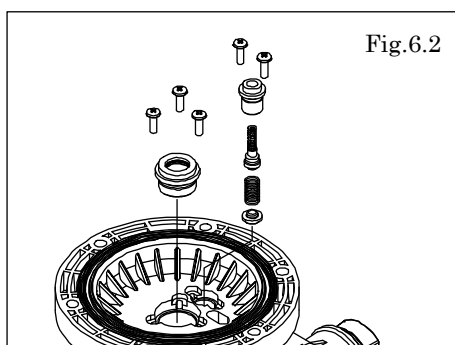

Fig.6.2
- ・スロットベアリングを引き抜く。[Fig.6.2]
- ・バルブシート、パイロットバルブ組立（スプリング、スプリングシート）を引き抜く。[Fig.6.2]